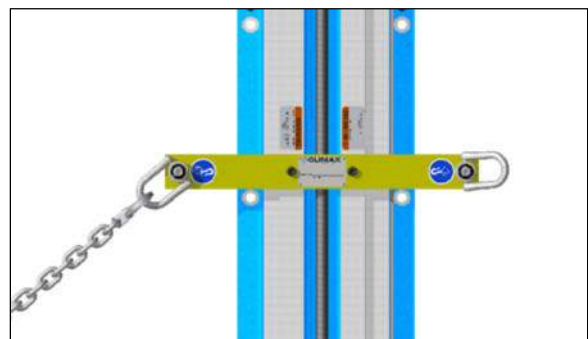

FIGURA 36 PUNTOS DE ELEVACIÓN DE LA BARRA DEL ANILLO DE ELEVACIÓN
1. Levante la PM4200 lenta y cuidadosamente usando los anillos de elevación en la barra de anillos de elevación (Figura 36). Si está desequilibrada, descienda la máquina hasta el suelo.